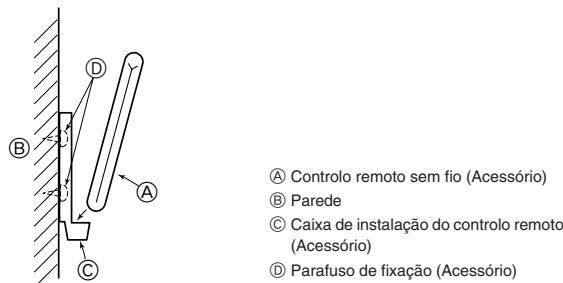

Fig. 9-1
9.1. Controlo remoto sem fio (Fig. 9-1)